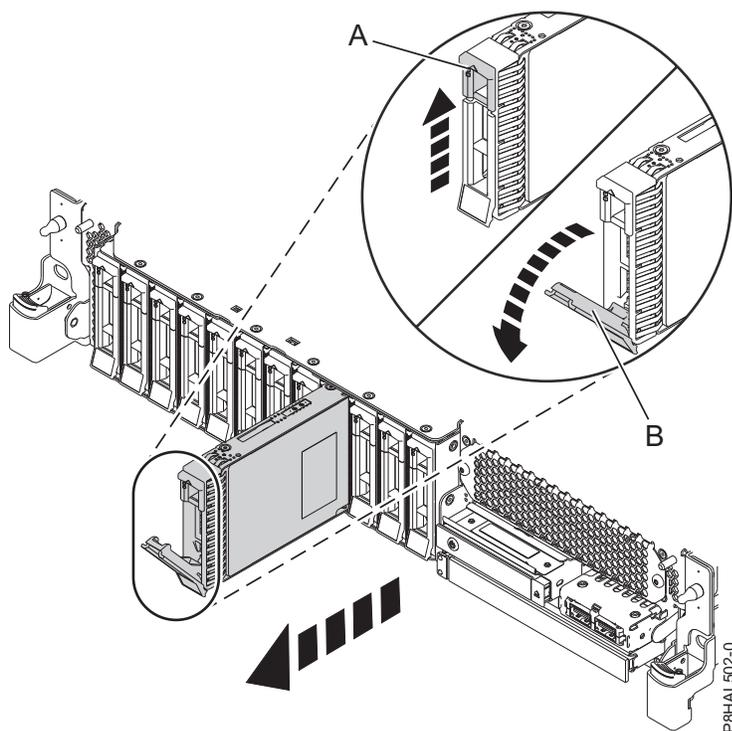
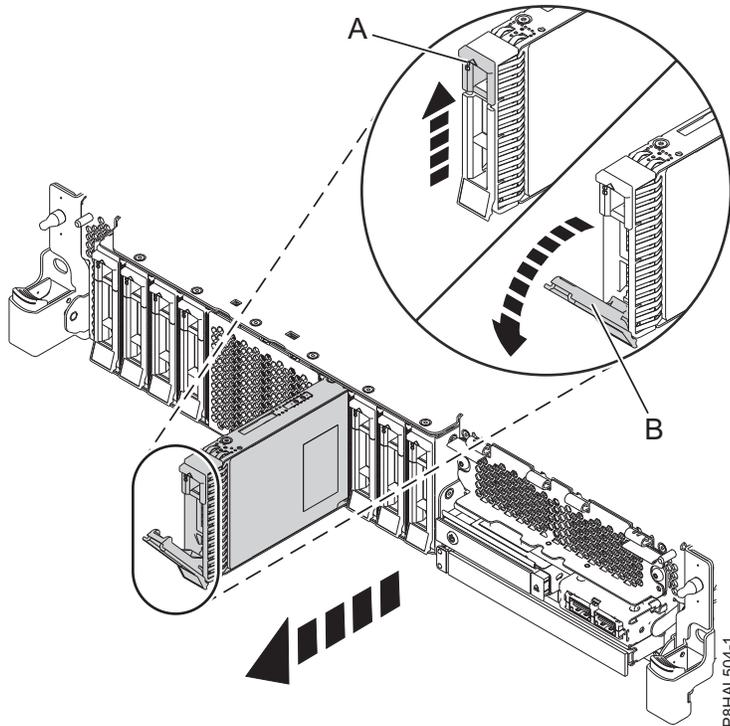

Figura 89. Remover uma unidade de disco de um sistema de função base
Figura 90. Remover uma unidade de disco de um sistema de função expandida
3. Quando o LED de identificação piscar, desbloqueie a pega da unidade (**B**) premindo o trinco da pega (**A**) e puxando-a para fora, como é mostrado na Figura 89 e a Figura 90 na página 96. Se a pega não estiver completamente fora, a unidade de disco de segunda geração não poderá deslizar para fora do sistema.